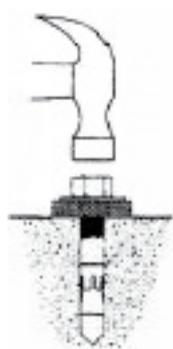

Рис. 6
4. Установите шайбы и гайки на анкерных болтах, затем забейте молотком болты в каждое отверстие, пока их головки не упрутся в опорную плиту. Убедитесь в наличии пространства, необходимого для регулирования положения стоек, см. рис. 6.